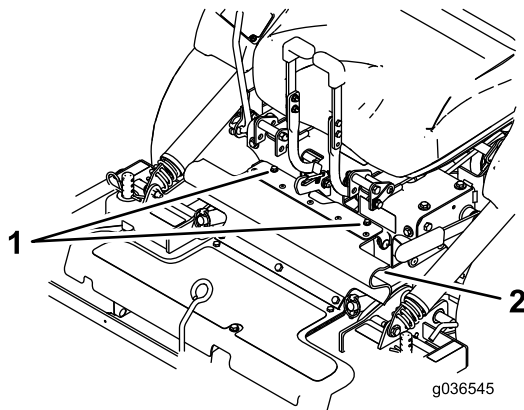

**Figure 78**
7. Retirez les goupilles à anneau à l'avant des bras de poussée, de chaque côté de la machine (Figure 78).
7. Fixez les bras de poussée sur les côtés gauche et droit de la machine avec les goupilles à anneau (Figure 78).